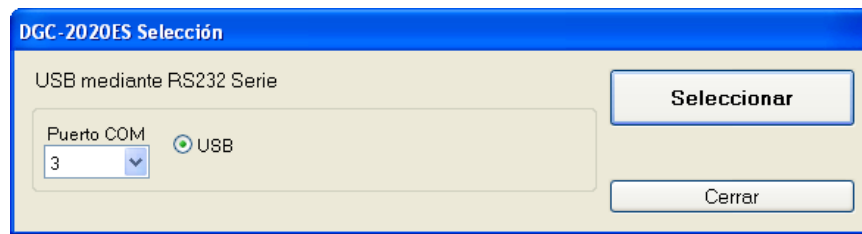

Figura 3-15. Selección DGC-2020ES
9. Luego de seleccionar *Sí*, aparece la pantalla *Selección DGC-2020ES*. Seleccione el puerto de comunicación para comenzar la carga. Refiérase a la Figura 3-15.